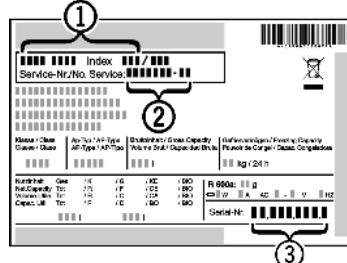

Fig. 13
► Cihazın adını Fig. 13 (1), servis numarasını Fig. 13 (2) ve seri numarasını Fig. 13 (3) model plakasından okuyun. Model plakası, cihazın iç kısmında, solda bulunur.
- Müşteri hizmetlerini haberdar edin ve hatayı, cihazın adını Fig. 13 (1), servis numarasını Fig. 13 (2) ve seri numarasını Fig. 13 (3) bildirin.